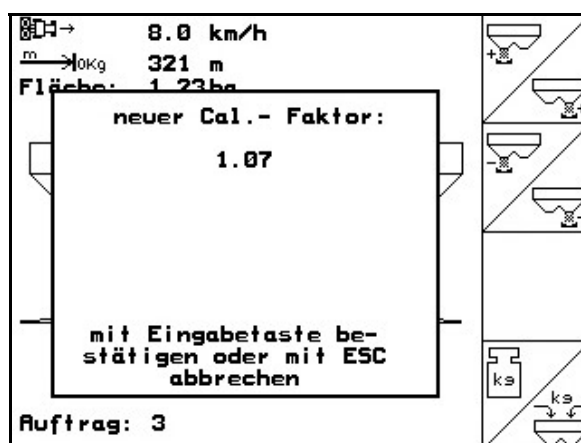

Рис. 25
- Отобразится новый калибровочный коэффициент (Рис. 25).